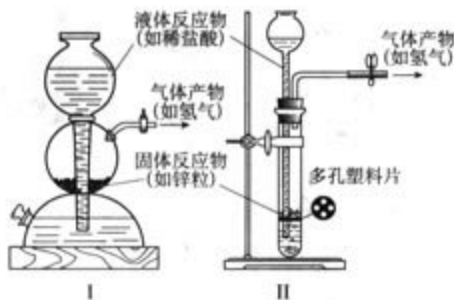

图 4-1 气体发生装置
仔细观察图 4-1 中的两个气体发生装置和图 4-2、图 4-3 所示两个实验, 思考下列问题:
1. 图 4-1 中两个气体发生装置有什么异同? 各有什么特点?